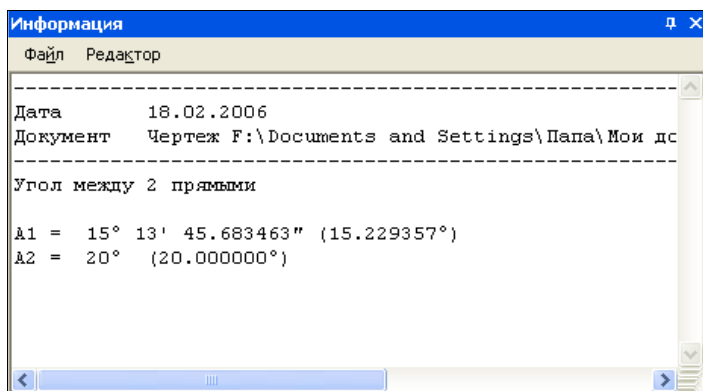

Рис. 19.7. Окно **Информация** с результатами измерения угла между двумя прямыми
- ♦ укажите "ловушкой" прямые **t1t2** и **t5t6**. Система измерит угол между ними и отобразит в диалоговом окне **Информация** (рис. 19.7). Интересны следующие кнопки на Панели свойств: